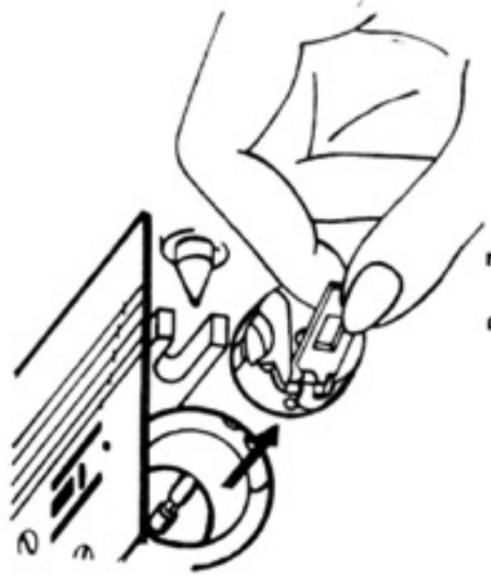

Рис. 7
**9. Вынимание шпульного колпачка со шпулькой (рис. 7)**
Путем вращения махового колеса нитепротягивательный рычаг устанавливают в крайнее верхнее положение. Затем выдвигают задвижную платформу и через отверстие в платформе большим и указательным пальцами левой руки открывают защелку шпульного колпачка и вынимают шпульный колпачок со шпулькой (рис. 7).